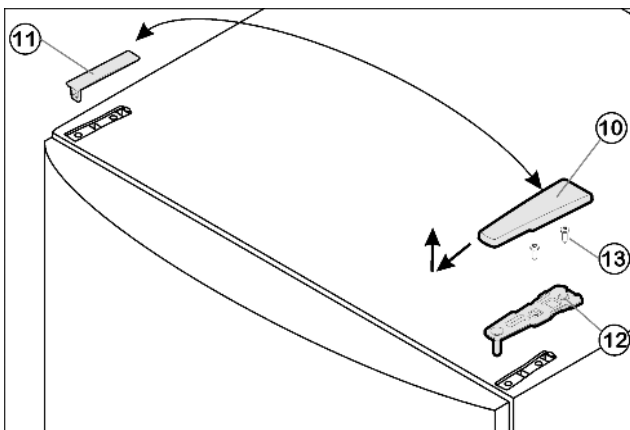

Fig. 8
- ▶ Abdeckung *Fig. 8 (10)* nach vorne und oben abziehen.
- ▶ Abdeckung *Fig. 8 (11)* abheben.
- ▶ Oberen Lagerbock *Fig. 8 (12)* abschrauben (2 mal Torx® 25) *Fig. 8 (13)* und nach oben abziehen.